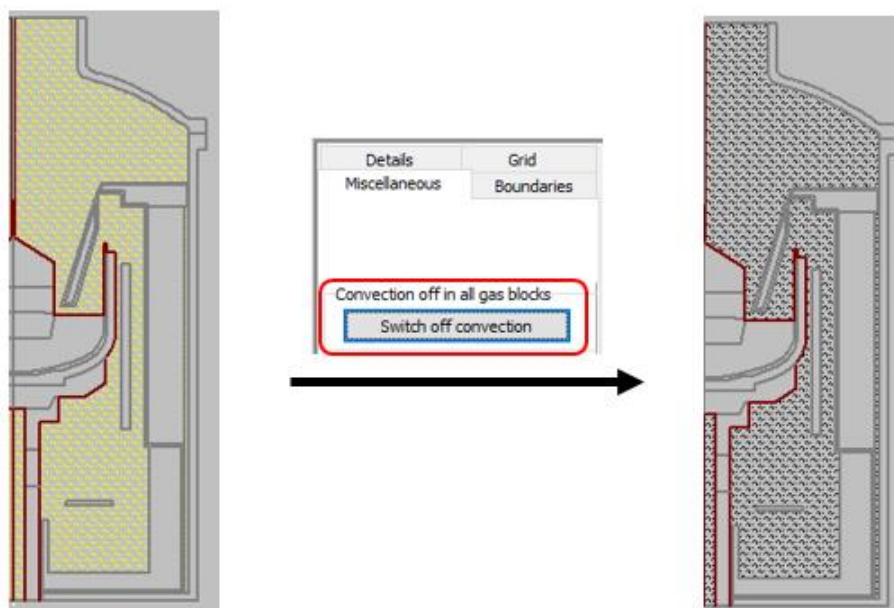

図 4. ガス対流考慮の選択画面 (一括でのガス対流 OFF ボタン)
- ガスブロックにおける対流考慮の一括オフ機能の追加 (図 4)